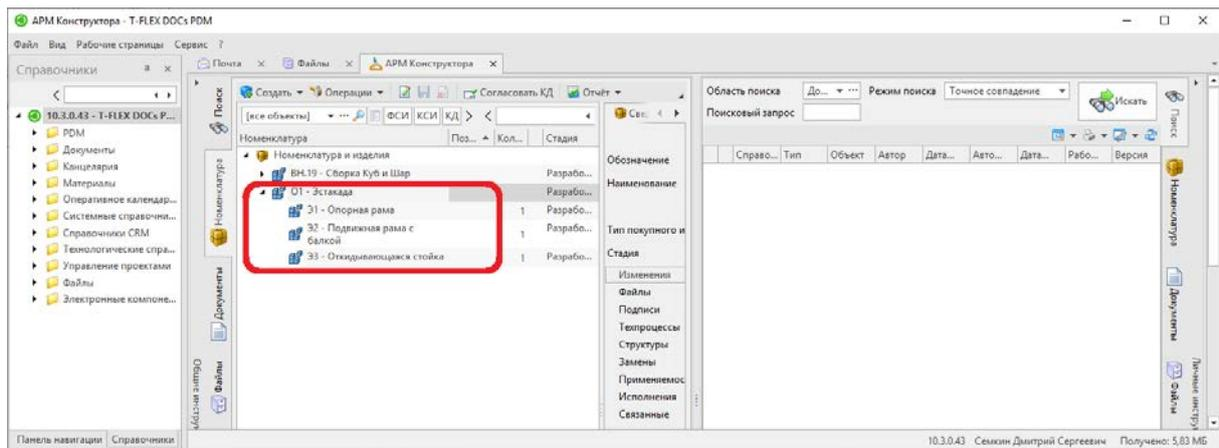
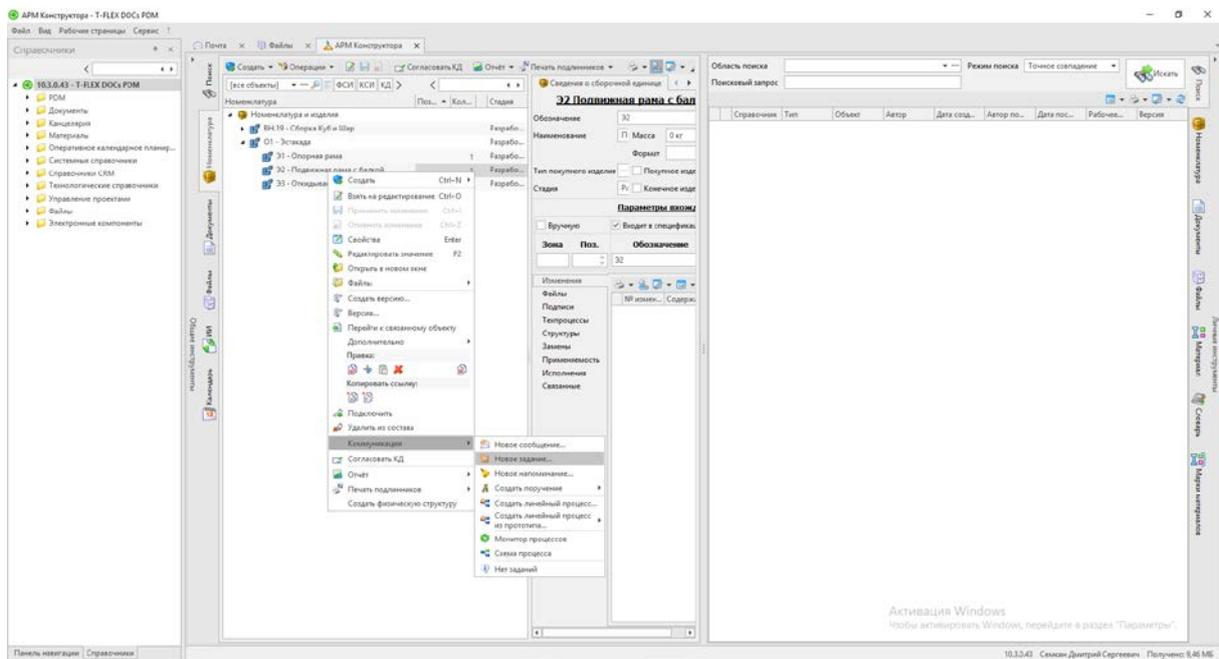

Рис. 4.20. Структура изделия **Эстакада** на вкладке **Номенклатура** рабочей страницы **АРМ Конструктора** (основной вид)
Рис. 4.24. Создание нового задания через контекстное меню на основе объекта **Подвижная рама с балкой** справочника **Номенклатура и изделия**
Если все описанные действия выполнены правильно, область **Общие инструменты** рабочей страницы **АРМ Конструктора** на вкладке **Номенклатура** будет содержать структуру проектируемого объекта **Эстакада**, включающую в себя три сборочные единицы (рис. 4.20).
После этого необходимо применить произведенные с объектом изменения в окне вкладки **Номенклатура** страницы **АРМ Конструктора** (см. рис. 4.20), нажав на ставшую активной кнопку **Применить изменения** (H).
Создайте три новых задания для трех конструкторов из отдела **Конструкторы** (Коротких П. В., Мещерякова В. А., Танского В. В.) на основе трех объектов номенклатуры: **Опорная рама**, **Подвижная рама с балкой** и **Откидывающаяся стойка** соответственно. Для этого в окне вкладки **Номенклатура** страницы **АРМ Конструктора** (см. рис. 4.20) щелкните ПКМ по строке соответствующего объекта и выберите строку **Коммуникации**– выпадающий список – **Новое задание** (рис. 4.24).